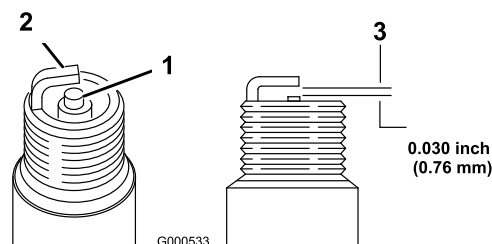

Bild 53
- Sehen Sie sich die Mitte der Zündkerzen an (Bild 53).
- Prüfen Sie den Abstand zwischen der mittleren und der seitlichen Elektrode (Bild 53) und biegen Sie die seitliche Elektrode, wenn der Abstand falsch ist.